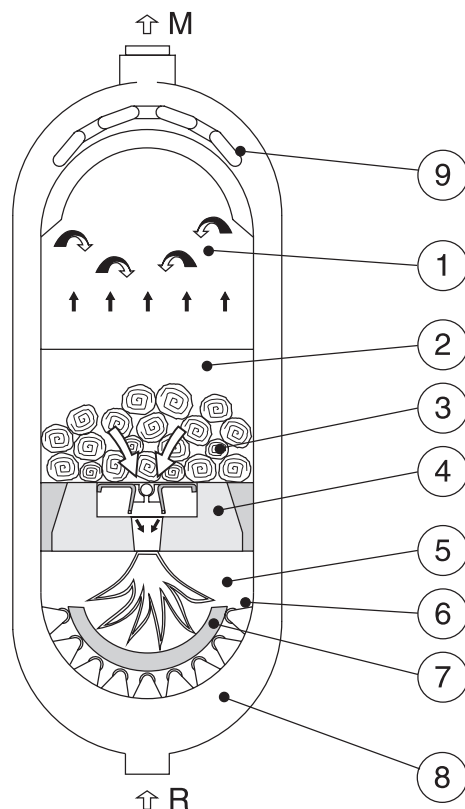

fig. 3
Il corpo caldaia è formato da due elementi ovoidali l'uno inserito all'interno dell'altro, in modo che tra i due si formi una intercapedine d'acqua (fig.3).
Possiamo distinguere le seguenti parti (fig.3):
I residui solidi della combustione (ceneri), che si appoggiano sulla culla in refrattario (fig. 3, pos. 7) ad alta temperatura diverranno col tempo sempre più leggeri sino a che saranno trascinati dalla velocità dei gas e si depositeranno nella zona più bassa della camera fumo posteriore dalla quale verranno rimossi durante le operazioni di pulizia.
Il bruciatore è composto da una pietra refrattaria (fig. 3, pos. 4). Tale pietra presenta un'apertura centrale rettangolare da cui passa la fiamma.